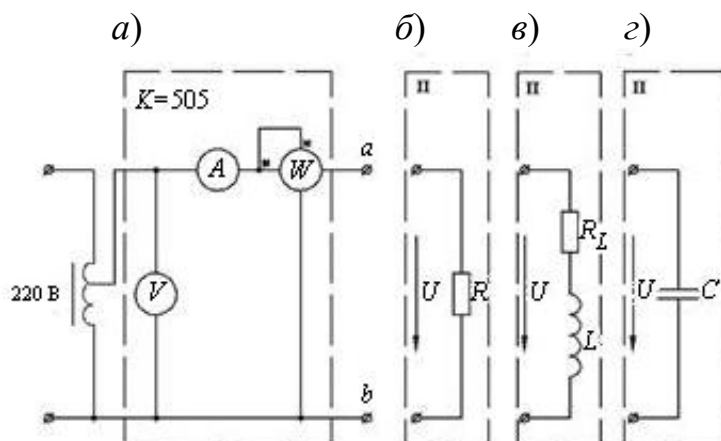

Рисунок 4.1 – Схема для исследования пассивных двухполюсников
4.3.1 Определить параметры одноэлементных пассивных двухполюсников, для чего измерить токи, напряжения и мощности при подключении к зажимам $a-b$ схемы (см. рисунок 4.1, a) поочерёдно двухполюсников (см. рисунок 4.1, $b-z$), и выполнить их расчёт. Результаты занести в таблицу 4.1.
4.3.4 Построить модель схемы (см. рисунок 4.1) в *Multisim*. Сравнить результаты моделирования и измерения электротехнических величин.